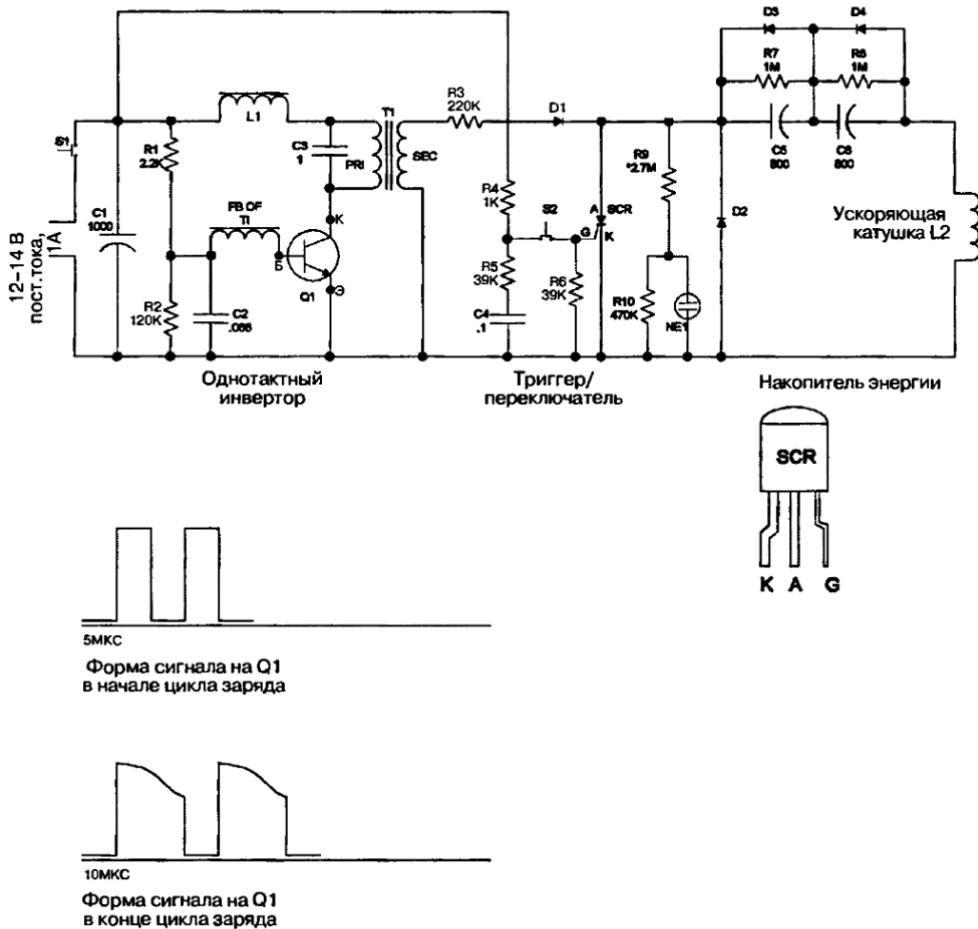

Рис. 2.2. Принципиальная схема устройства
Однотактная инверторная схема работает в режиме генератора импульсов. Она показана на рис. 2.2. Режим генерации создается за счет положительной обратной связи между цепями коллектора и базы транзистора Q1. Вывод коллектора подключен к первичной обмотке трансформатора PRI T1, а вывод базы – к обмотке обратной связи FB OF T1. Индуктивность первичной обмотки PRI T1 и конденсатор C3 образуют параллельный контур с резонансом на частоте, определяемой их параметрами, и являются коллекторной нагрузкой транзистора Q1. Входное напряжение питания постоянного тока 12 В и током нагрузки 1 А подается от внешнего источника низковольтного напряжения и управляемся кнопкой выключения питания S1.
- Подключите выводы вольтметра диапазона 1000 В к + C5 и – C6. Если у вас есть осциллограф, можете наблюдать форму волны на коллекторе Q1 и сверить ее с рис. 2.2.